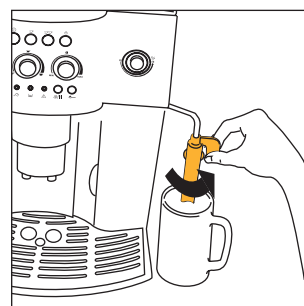

Abb. 3
2. Den Milchaufschäumer nach außen drehen, eine Tasse darunter stellen (Abb. 3), und durch Drücken der Taste ① (Abb. 4) die Maschine einschalten.
- Den Milchaufschäumer zur Außenseite der Maschine hin drehen (Abb. 3).
- Einen Behälter unter den Milchaufschäumer stellen (Abb. 3).
- Den Milchaufschäumer nach außen drehen (Abb. 3).